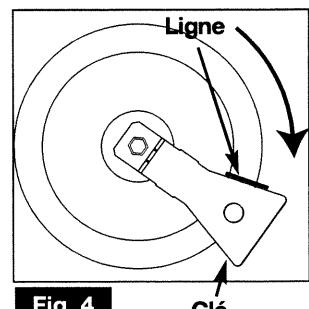

Fig. 4
- ⇒ Tournez la clé dans le sens des aiguilles d'une montre jusqu'à ce que la ligne apparaisse de l'autre côté (**fig. 4**).